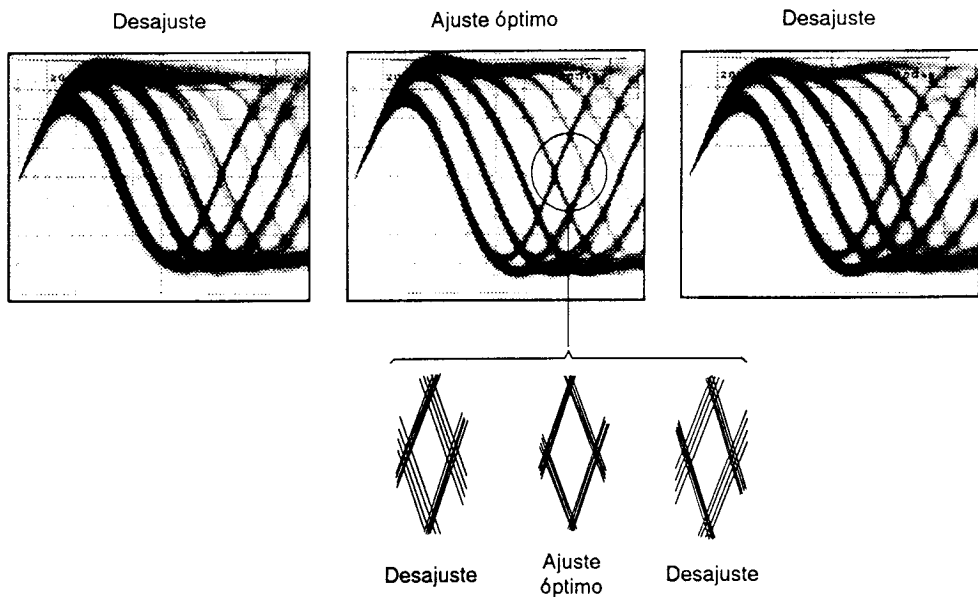

Figura 5 Patron optico
3. A continuación, ajuste el tornillo de ajuste de inclinación tangencial con una llave hexagonal M 3 mm hasta que el patrón ocular (la forma de diamante del centro de la señal de RF) pueda verse con la mayor claridad (figura 5).